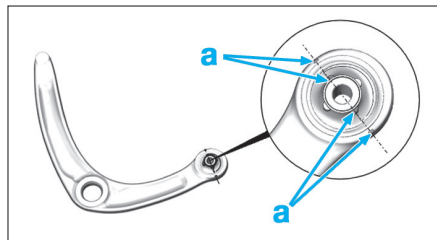

Fig. 17
- Repérer la position angulaire de l'articulation élastique arrière sur bras inférieur de suspension (a) (Fig.17).